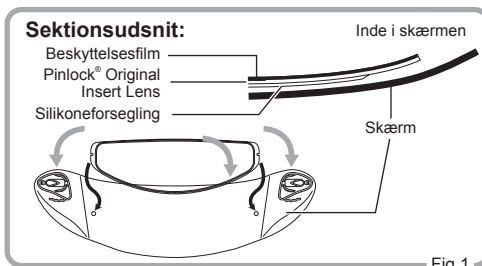

Fig.1
1. Påfør silikoneforseglingssiden af Pinlock® Original Insert Lens på skærmens inderside uden at skrælle beskyttelsehinden af lensen. Monter samtidig Pinlock® Original Insert Lens på indersiden af skærmen ved at klikke den på påsætningsstifterne. (Fig 1 og 2)